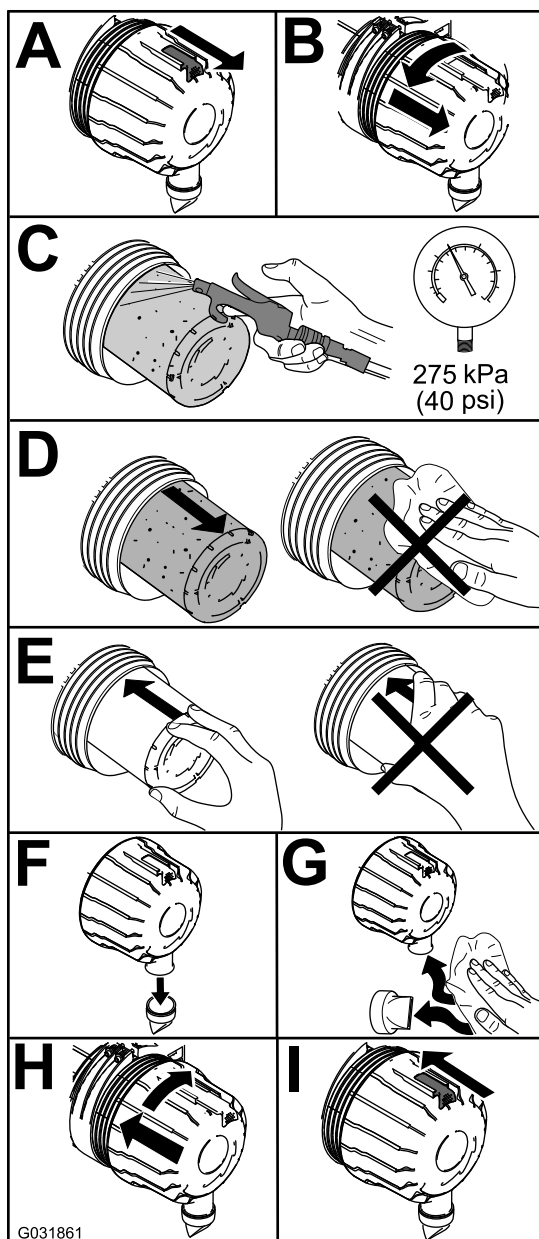

Рисунок 47
1. Замените воздухоочиститель (Рисунок 47).